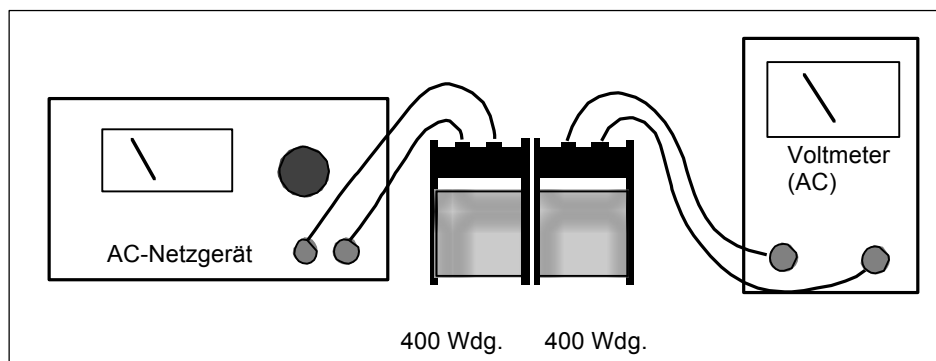

Abb. 1
1. Verbinden Sie die beiden Spulen wie in Abb.1 dargestellt. Die linke Spule fungiert als Primärspule, die rechte als Sekundärspule. Beachten Sie, dass in die Primärspule ein Strom eingespeist wird und an der Sekundärspule eine Spannung abgegriffen wird.